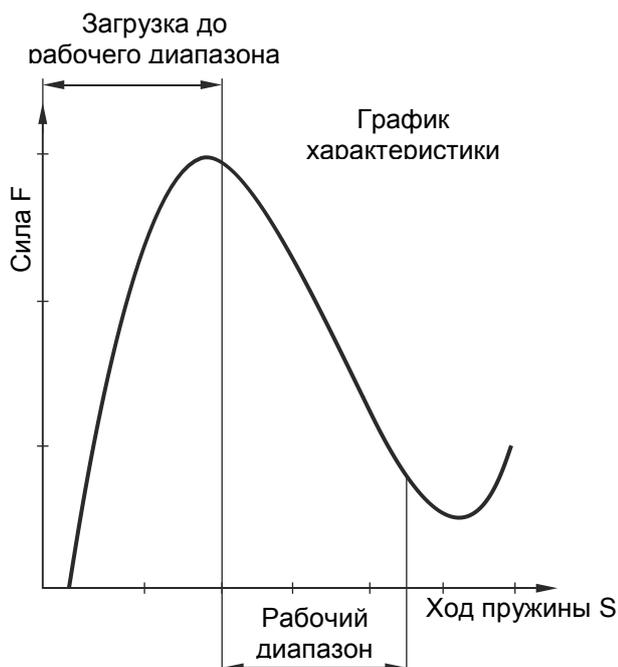
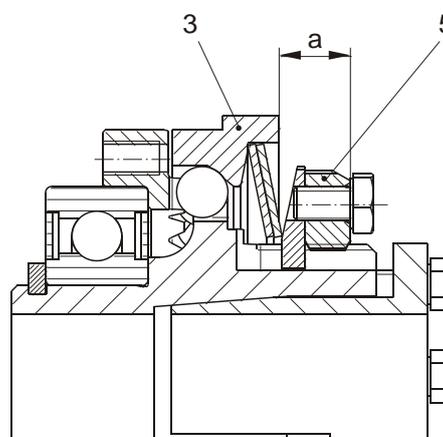
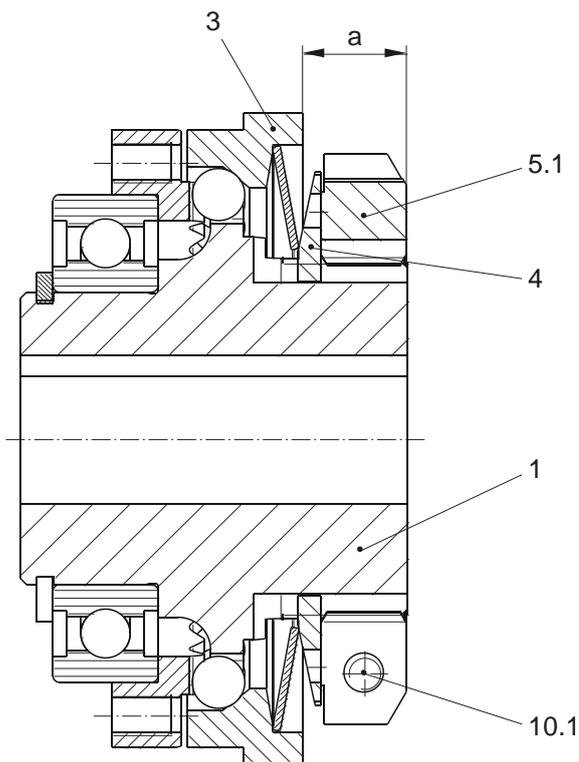

Рисунок 9
Рис. 11
Рис. 12
Соответствующий диапазон для установки крутящего момента напечатан на фирменной (заводской) табличке (14) на муфте. Регулировка осуществляется поворотом регулировочной гайки (5). Установленные тарельчатые пружины (9) эксплуатируются в отрицательной области характеристики кривой (см. Рис. 9), т.е. более сильное сжатие тарельчатой пружины вызывает уменьшение силы упругости пружины.
Поворот регулировочной гайки (5) и сжатие тарельчатых пружин (9) за пределами рабочего диапазона характеристик тарельчатых пружин (см. Рис. 9) выводят муфту из рабочего состояния / рабочей функции.
Контрольный размер «а» (см. Таблицу 3) из-за допуска размеров деталей или износа муфты может иметь отклонения. После демонтажа муфты (например, при замене тарельчатой пружины или пакета пружин соответственно) размер «а» (см. Таблицу 3 и Рис. 11/12) должен быть заново настроен и откалиброван.
Проверка «использование пружины в рабочем диапазоне» (Рис. 9), может быть произведена по размеру «а» (расстояние между торцами регулировочной гайки (5) и нажимной шайбы (3), как показано на Рис. 11). Эти данные берут из Таблицы 3.
Проверка "использование пружины в рабочем диапазоне" (Рис. 9 / Стр.14), может быть произведена по размеру «а» (расстояние между торцами регулировочной гайки (5.1) и нажимной шайбы (3), как показано на Рис. 12). Эти данные берут из Таблицы 3 (значения в скобках).